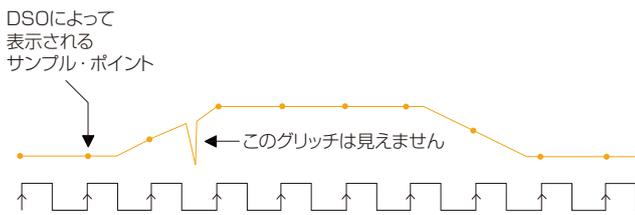

図22. サンプル・レートは、時間軸の設定によって変化する。時間軸を遅く設定するとサンプル・レートも遅くなる。ピーク・ディテクト・モードを備えたデジタル・オシロスコープの中には、掃引速度が遅くても速い変化を捉えられるものがある
- ピーク・ディテクト・モード：オシロスコープは、2つの波形インターバルの間に取込んだ複数のサンプル・ポイントから最大と最小のサンプル・ポイントを保存し、この2ポイントを2つの波形ポイントとして使用します。ピーク・ディテクト・モードを備えたデジタル・オシロスコープは、ゆっくりとした時間軸設定（つまり、長い波形インターバル）の場合でもA/Dコンバータは高速で動作していますので、波形ポイント間に発生する、サンプル・モードでは決して取込めないような高速な信号の変化でさえ捉えることができます（図22）。ピーク・ディテクト・モードは、発生間隔が離れた、幅の狭いパルスを捉えるのに特に有効です（図23を参照）。